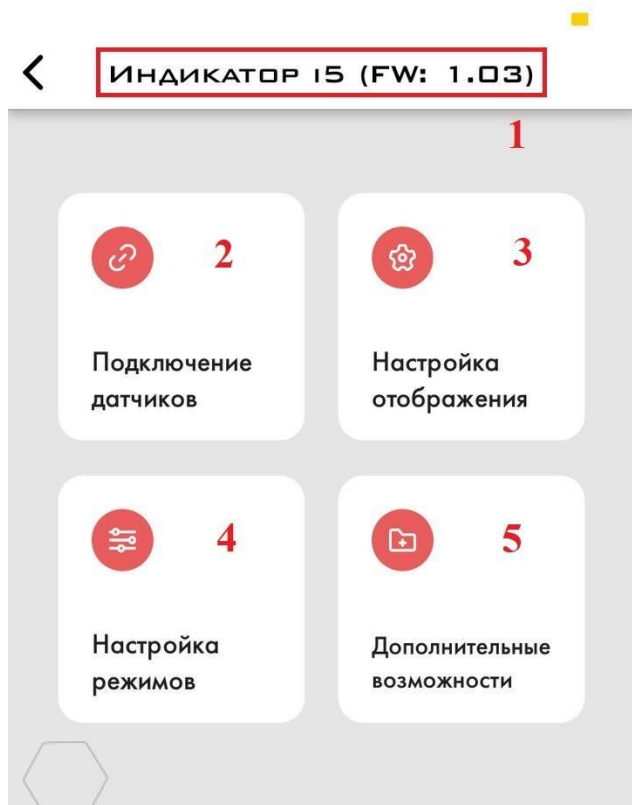

Рис. 74 Дополнительные возможности
2.10.2 Чтобы включить передачу данных датчика BLE, перейдите в меню «Подключение датчиков» (Рис 69, 2), затем выберите датчик, данные которого необходимо передать на внешнее устройство, и нажмите «Настройки RS» (Рис. 74, 4).
2.11.1 Если вам нужно установить, изменить или удалить пароль, перейдите в меню **Дополнительные возможности** (Рис. 74, 5). Если пароля еще нет, вы сможете его установить. Если есть пароль, вы можете изменить или удалить его, введя текущий установленный пароль, а затем удалив его. Если пароль удален, вы можете установить новый.